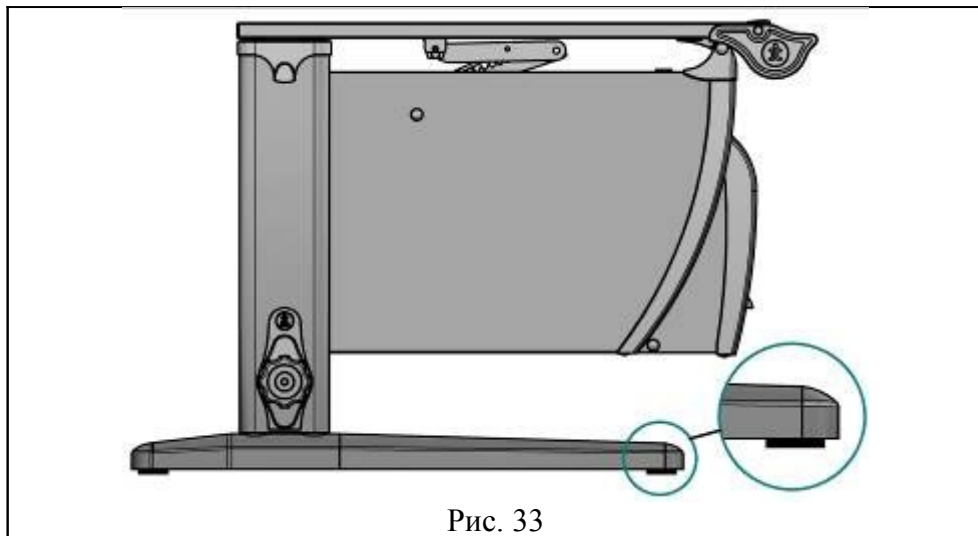

Рис. 33
- 6.1. Стол следует устанавливать на равную горизонтальную поверхность, обеспечивающую опору всех ножек, при необходимости отрегулировать стол ножками (см. рис. 33) до горизонтального положения столешницы.